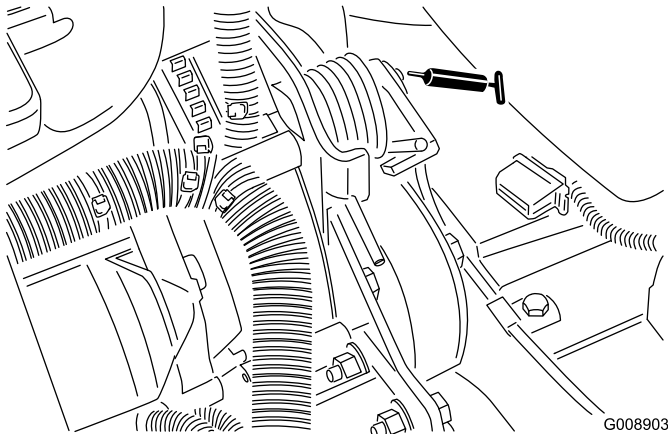

Bild 56
- Riemenspannungsdrehbüchse (Bild 56)